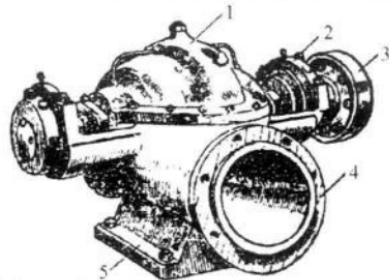

图 1-5 单级双吸离心泵外形
(2) 双吸泵。如图 1-5 所示，水从叶轮的两面同时进入，流量较大。